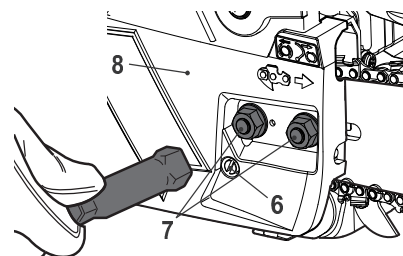

Fig. 11
- > Gire las tuercas de bloqueo (7) para apretar la cubierta (8) por completo (Fig. 11). Asegúrese de que ambos seguros se hayan insertado correctamente en las ranuras.